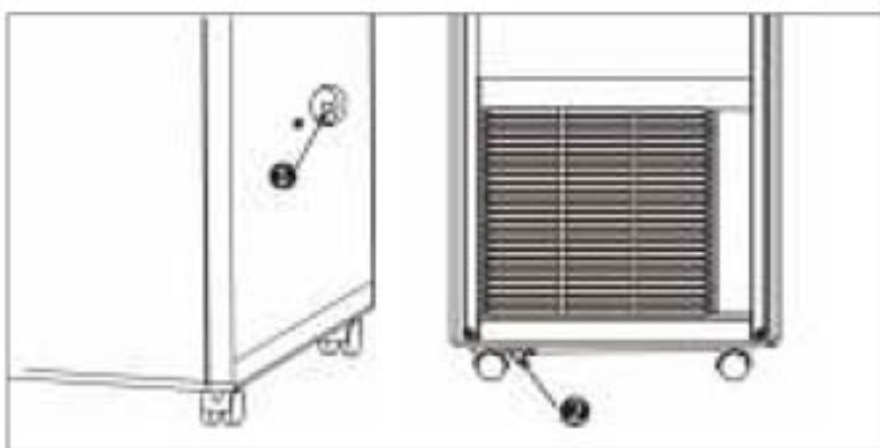

Рис. 10
1. Когда устройство работает в режиме охлаждения, установка дренажной трубки для отвода конденсата не требуется, т.к. конденсат испаряется автоматически. Убедитесь, что когда устройство находится в работе, резиновая заглушка сливного шланга надежно закреплена (см. рис.10).
2. При работе в режиме обогрева выньте резиновую заглушку (2) сливного шланга (Рис.10), установите соответствующий сливной шланг, чтобы повысить эффективность обогрева.
3. При работе в режиме осушения выньте резиновую заглушку (2) сливного шланга, установите соответствующий сливной шланг.
При заполнении емкости для сбора конденсата воду необходимо сливать, иначе прибор не будет работать. Сливать конденсат необходимо, открыв нижнюю заглушку у основания прибора (Рис.10 поз.2).
Для постоянного отвода конденсата в условиях повышенного уровня влажности в помещении можно использовать отверстие для постоянного отвода конденсата в центре прибора (Рис.10 поз.1).